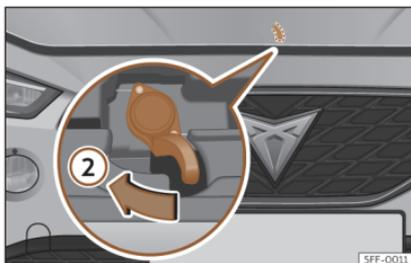

Fig. 206 Leva sotto il cofano del vano motore.
- Per aprire il cofano, premere verso sinistra con il palmo della mano la leva fino al fondo della leva situata al di sotto il cofano stesso, in centro»» fig. 206 (2). I ganci del cofano si sbloccano.